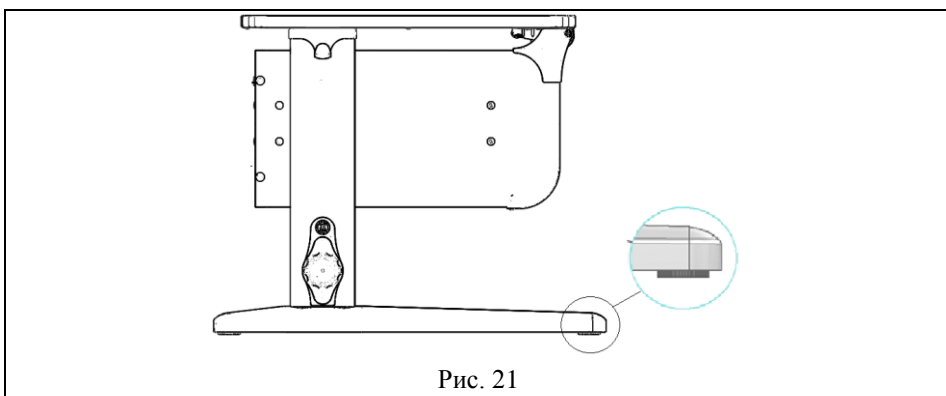

Рис. 21
7.1. Стол следует устанавливать на ровную горизонтальную поверхность, обеспечивающую опоры всех ножек. При необходимости отрегулировать стол ножками (см. рис. 21) до горизонтального положения столешницы.